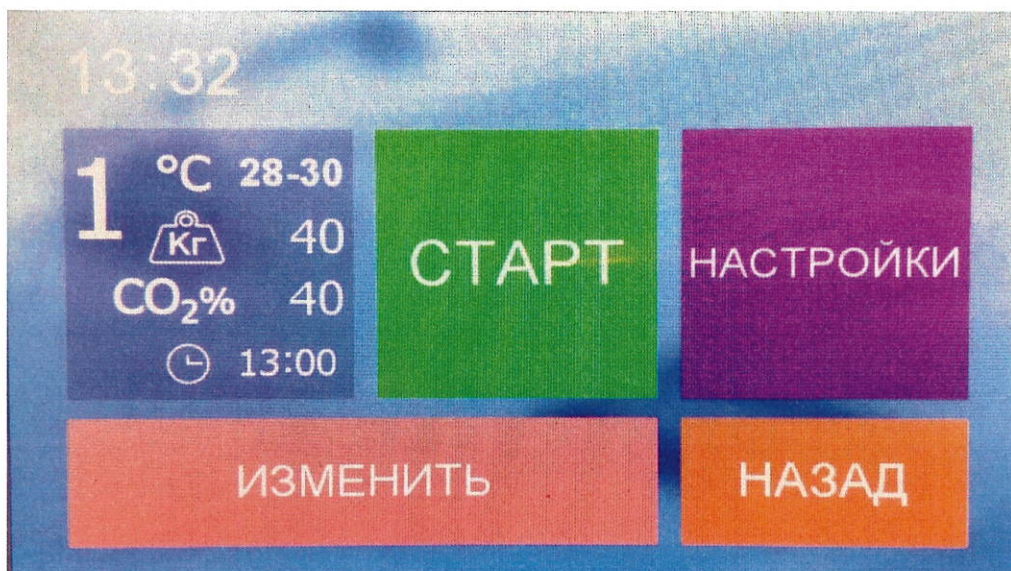

**Рис. 7.**
8.6. В «ОСНОВНОМ МЕНЮ» выберите один из 4-х возможных вариантов процедуры (пример: Рис.7). Если параметры процедуры выставлены верно, то нажмите кнопку «СТАРТ».